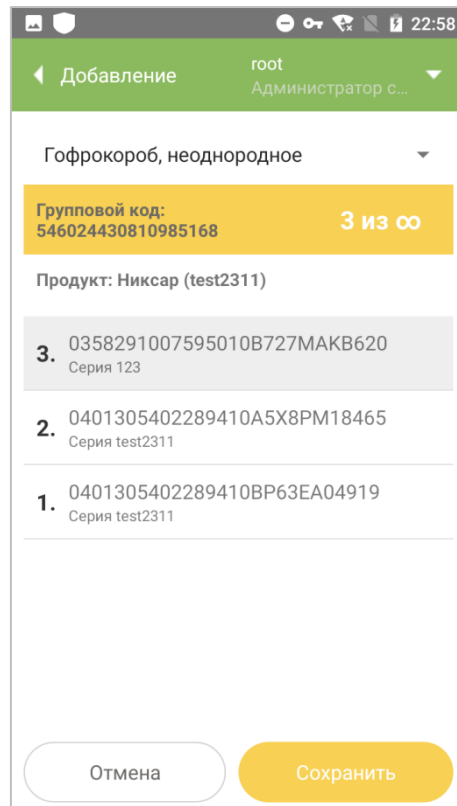
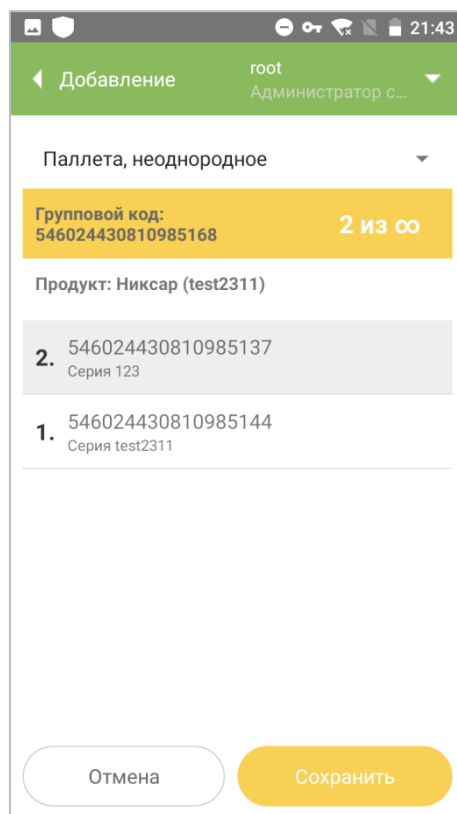
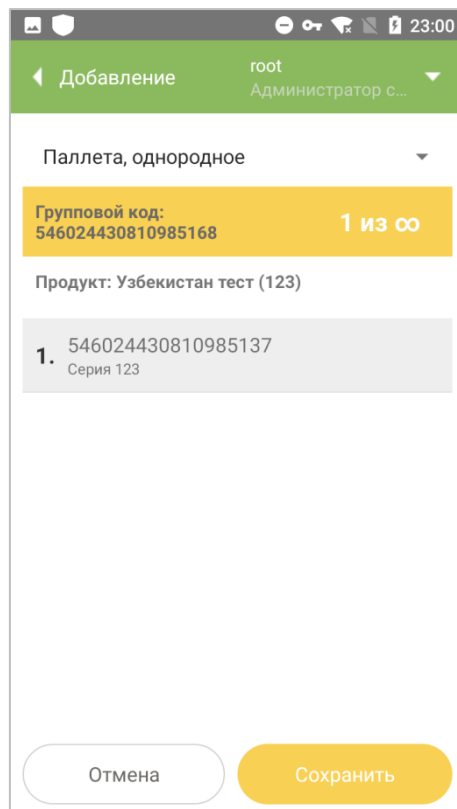

Рисунок 6.11
Рисунок 6.12
Рисунок 6.13
2.2. Добавление в неоднородный гофрокороб, однородную или неоднородную паллету выполняется аналогично (Рисунок 6.11, Рисунок 6.12, Рисунок 6.13).